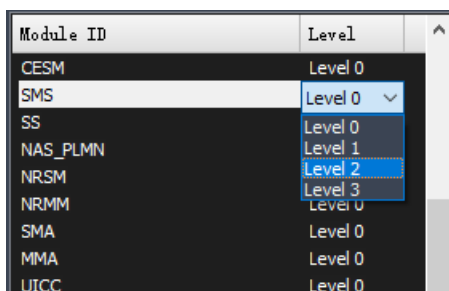

图 6-4 ModuleId Level 选择
- iii> 设置指定 ModuleId 的 Filter Level，点击 Module ID 列表目标 ModuleId 的 Level 列，将会弹出一个下拉选择框，选择 level 后，选中的 level 值会被更新到界面（如图 6-4）。